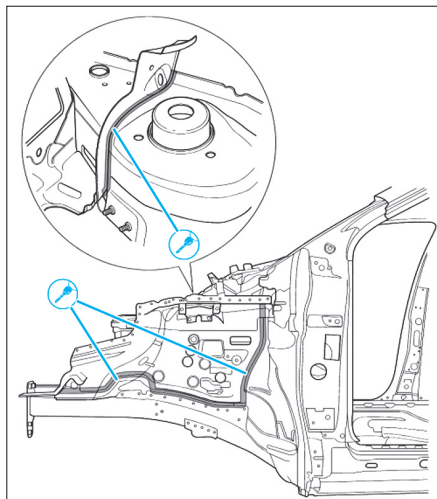

FIG. 18
- Dépointer et dégrafer les accostages d'origine (Fig.18).